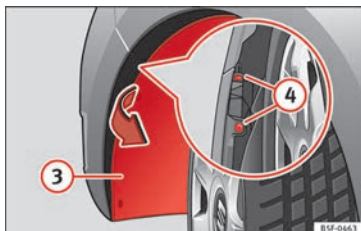

Fig. 113 Farol de nevoeiro: acesso ao conector e ao porta-lâmpadas.
- Puxe o passa-roda ③ » **Fig. 113** para dar acesso aos 2 parafusos ④ » **Fig. 113** do para-choques que ficam escondidos.